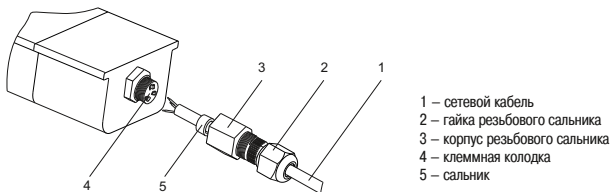

Рисунок 4
8 Для подключения светильника необходимо (рисунок 4):
– присоединить подготовленные концы сетевого кабеля 1 к контактным зажимам клеммной колодки 4, согласно маркировке: (L) – фаза, (N) – нейтраль (кроме ДСП 1336А). Подключение светильника ДСП 1336А производится согласно выбранного режима работы (3.2.5) и схемы подключений (рисунок 4; рисунок 5);